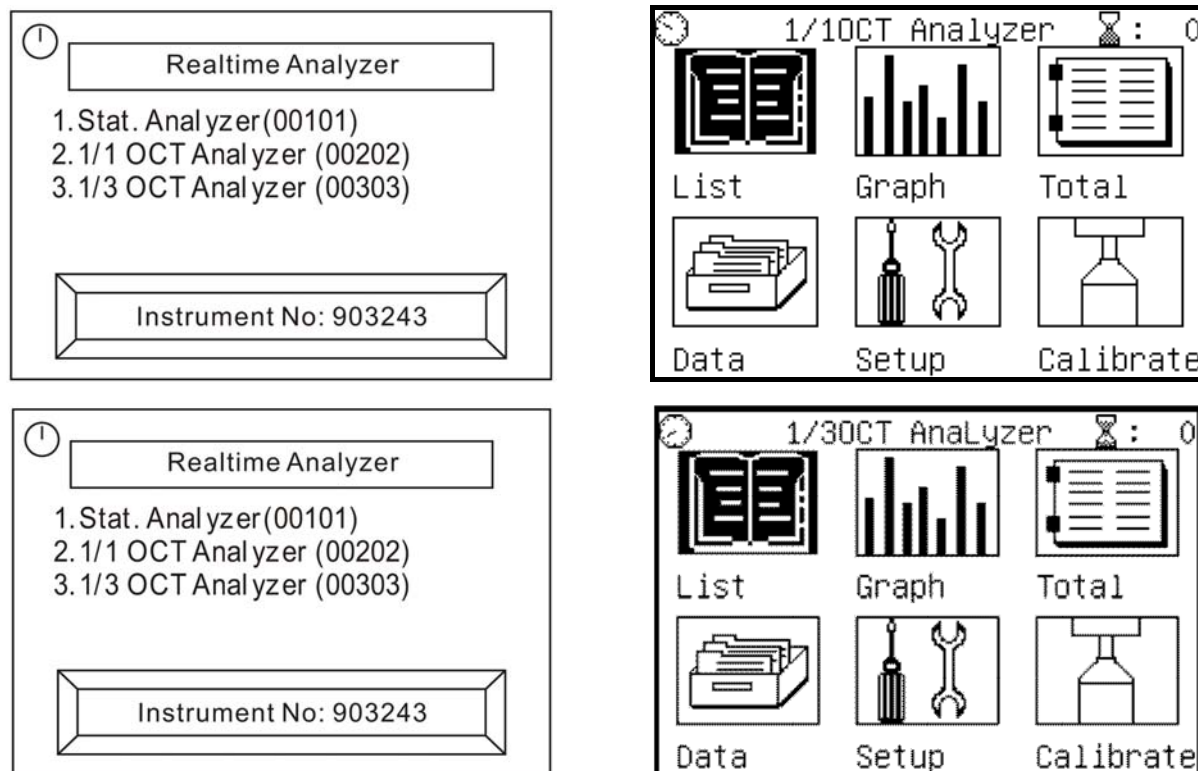

Fig. 22: Videate iniziali analisi 1/1 e 1/3 banda d'ottava
1. Accendere lo strumento premendo il tasto "ⓘ". La videata di selezione del tipo di analisi è mostrata a display per circa 5s (vedere Fig. 22)
1. Selezionare la voce "**Total**" nel menu principale (vedere Fig. 22) e confermare con . Lo strumento mostra la seguente videata, relativamente alla voce "**Linst**"